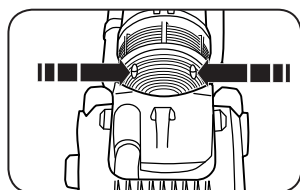

Fig. 6
2. Retirez les deux vis de la lentille du témoin lumineux (Fig. 6).